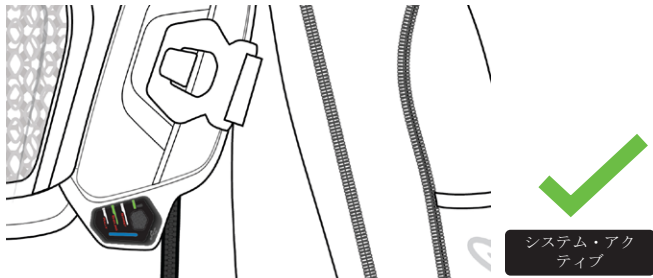

図10: システムがアクティブで正常に動作している
2) LED チェック段階の後、システムは自動的に起動し、ステータス LED (4c) が青色に点灯します (図 10)。この状態で、ユーザーは選択したライディング・モード (ライディング・モード LED [4d]を確認) とシステム・バッテリー・レベル (バッテリーLED [4e]を使用) (上記図 6 を参照)。